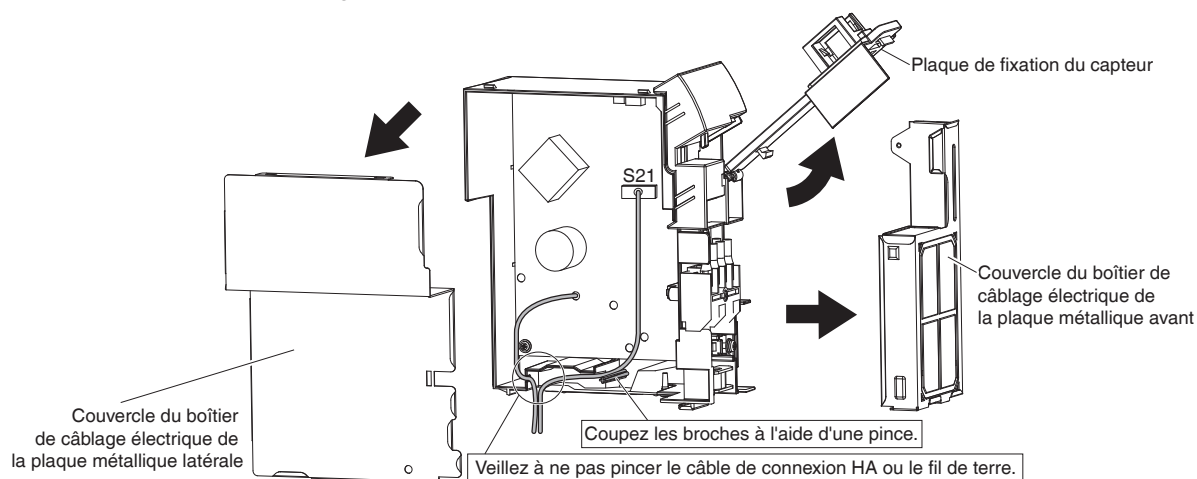

Fig. 1
- 2) Ouvrez la plaque de fixation du capteur. (Voir Fig. 1)
- 3) Retirez le couvercle du boîtier de câblage électrique de la plaque métallique avant (4 languettes). (Voir Fig. 1)
- 7) Retirez le couvercle du boîtier de câblage électrique de la plaque métallique latérale (7 languettes). (Voir Fig. 1)
- 8) Coupez les broches à l'aide d'une pince. (Voir Fig. 1)
- 9) Câblez et connectez le câble de connexion HA au connecteur S21. (Voir Fig. 1)